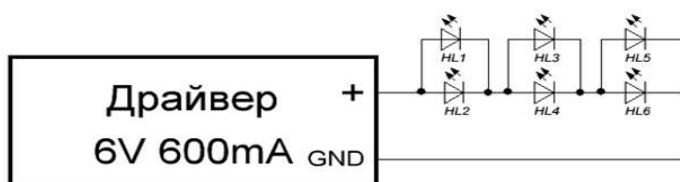

Рисунок 3 – Последовательное по два соединение светодиодов
– если синхронные двигатели включаются последовательно по два (рис. 3), потребуется такой же драйвер, как и во втором случае. Яркость свечения будет уже более равномерная, но есть один существенный недостаток: при включении питания в каждой паре светодиодов из-за разброса характеристик один может открыться раньше другого, и через него пойдет ток, в 2 раза превышающий номинальный. Большинство светодиодов рассчитаны на такие кратковременные броски тока, но все-таки этот способ наименее предпочтителен.